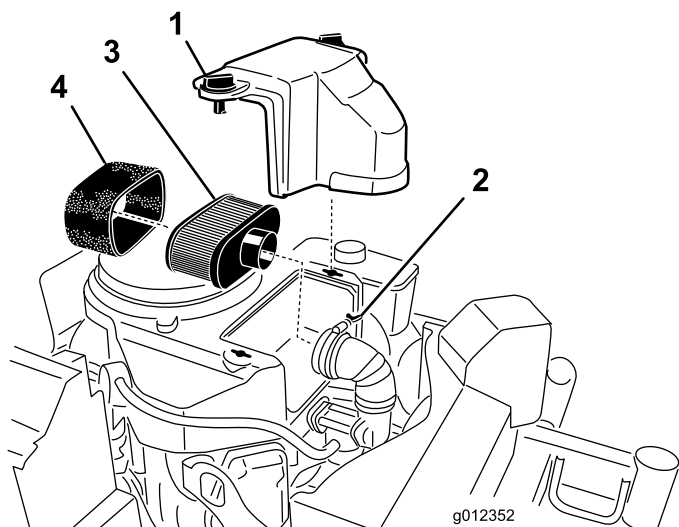

Figure 27
3. Nettoyez la surface autour du filtre à air pour éviter que des impuretés n'endommagent le moteur en tombant à l'intérieur (Figure 27).
4. Dévissez les boutons du couvercle et déposez le couvercle du filtre à air (Figure 27).
5. Dévissez le collier et déposez l'ensemble filtre à air (Figure 27).
6. Sortez délicatement l'élément en mousse de l'élément en papier (Figure 27).
1. Ne nettoyez pas l'élément en papier, remplacez-le (Figure 27).
1. Glissez délicatement l'élément en mousse sur l'élément en papier (Figure 27).
2. Posez l'ensemble filtre à air sur sa base et fixez-le en place avec les 2 écrous à oreilles (Figure 27).
3. Mettez le couvercle du filtre en place et serrez le bouton (Figure 27).